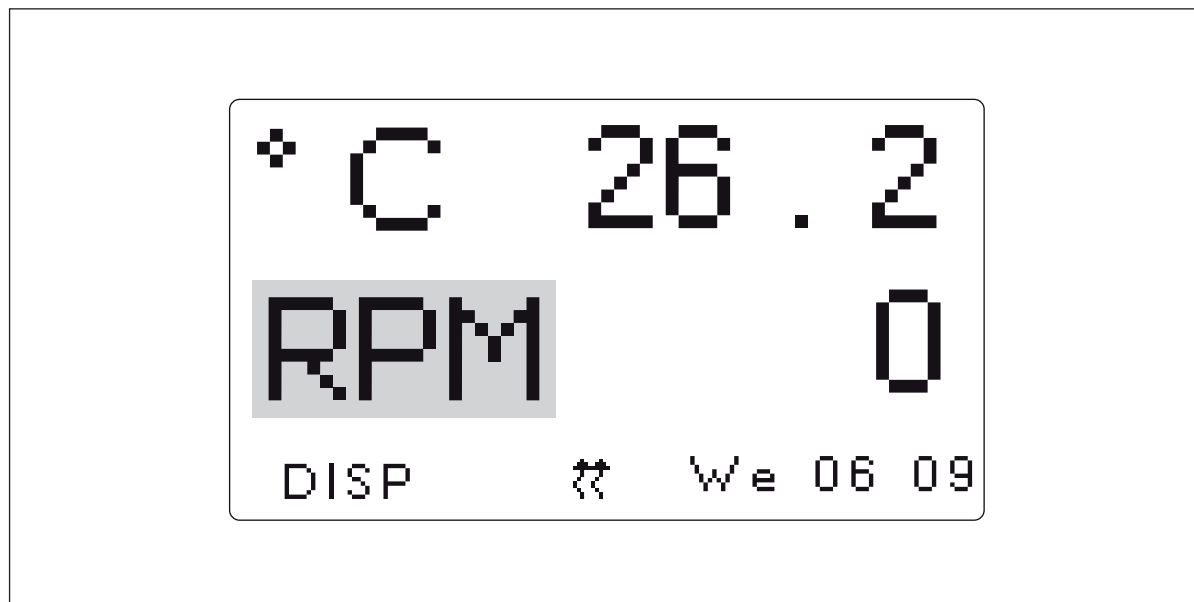

図 5-2: 表示されたパラメーターを変更します
1. 交換するパラメーターをプッシュボタンでマークします。この例では、RPM（参照：図 5-2 P. 44）を置き換えます。